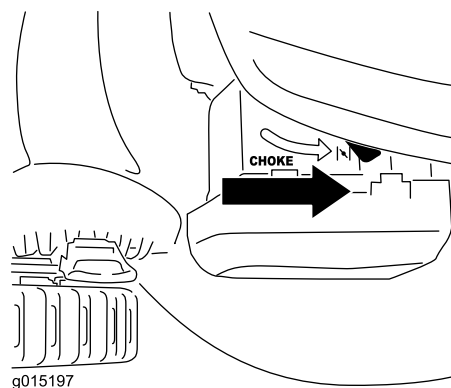

Figura 21
3. Si el motor está frío, mueva la palanca del estárter a la posición de Estárter (Figura 21). No utilice el estárter si el motor está caliente.